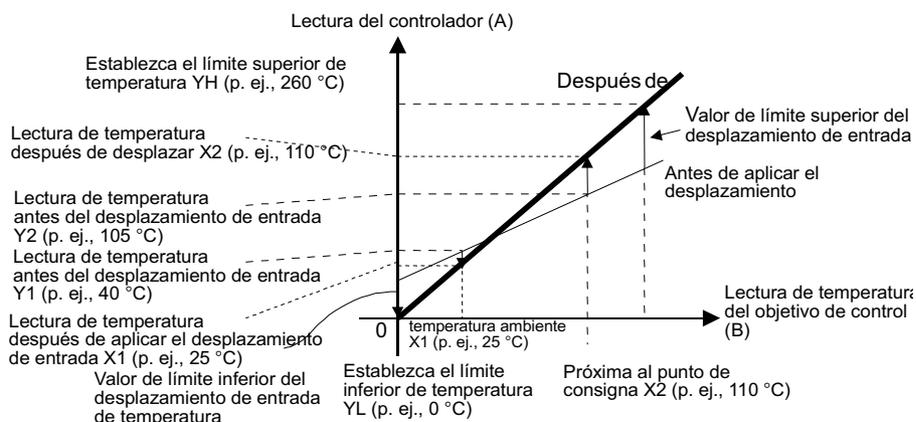

Figura 3 Desplazamiento de entrada de temperatura de dos puntos
- La lectura del controlador se desplazará en dos puntos, cerca de la temperatura ambiente y cerca de la temperatura a la que es preciso mantener el objetivo de control. Por esta razón, lleve la temperatura objetivo cerca de la temperatura ambiente y cerca del punto de consigna, y compruebe la lectura del termómetro (B) y la lectura del controlador (A) en ambos puntos.
- Mediante las ecuaciones 1 y 2, calcule el valor de los límites superior e inferior del desplazamiento de entrada de temperatura a partir de los valores obtenidos en el paso 1. La Figura 3 muestra el efecto de un desplazamiento de entrada de temperatura de 2 puntos.